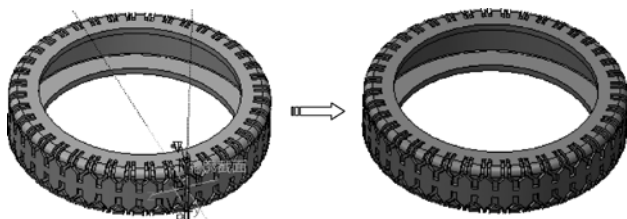

图 4-20 完成轮胎设计
- 随后，Creo 自动生成环形折弯的预览，最后单击操控板中的“应用”按钮，完成轮胎的设计，如图4-20所示。